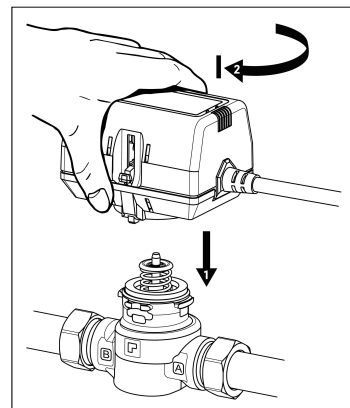

Fig. 4 Het plaatsen van de motor op de afsluiter
3. Houd het motorgedeelte onder een hoek van 45 ° (1/8 slag tegen de klok in) boven de afsluiter en druk deze in de bajonetsluiting. Draai hem vervolgens rechtop tot hij vastklikt in de borging. (zie fig. 4)